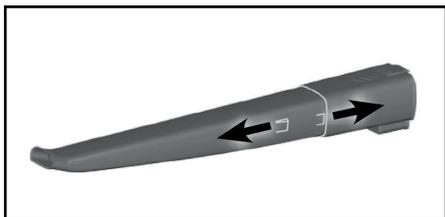

рис. 1
- Труба выдувания состоит из двух частей. Совместите защелки на разных частях трубы выдувания, плотно прижмите части трубы выдувания друг к другу, пока защелки не встанут на место и не зафиксируются (рис. 1)